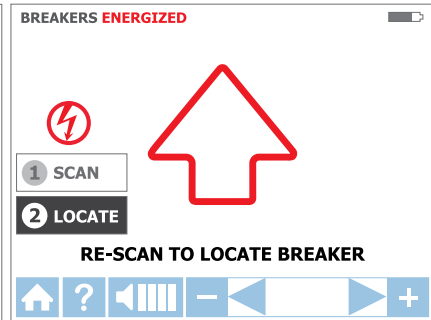
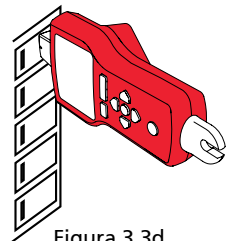

Figura 3.3c
Figura 3.3d
2. Realice una lectura de cada interruptor durante medio segundo tocándolo con el sensor de punta. Asegúrese de que la marca en el sensor de punta esté paralela al interruptor longitudinalmente (consulte la Figura 3.3d).
1. Seleccione el modo LOCATE (UBICACIÓN) con las flechas direccionales para resaltar este modo de funcionamiento y presione el botón amarillo "ENTER (INTRO)". (Consulte la Figura 3.3c).
2. Vuelva a realizar una lectura de cada interruptor tocando cada uno con el sensor de punta durante medio segundo. La flecha roja activa indica el proceso de lectura (consulte la Figura 3.3c). Asegúrese de que la marca en el sensor de punta esté paralela al interruptor longitudinalmente (consulte la Figura 3.3d).